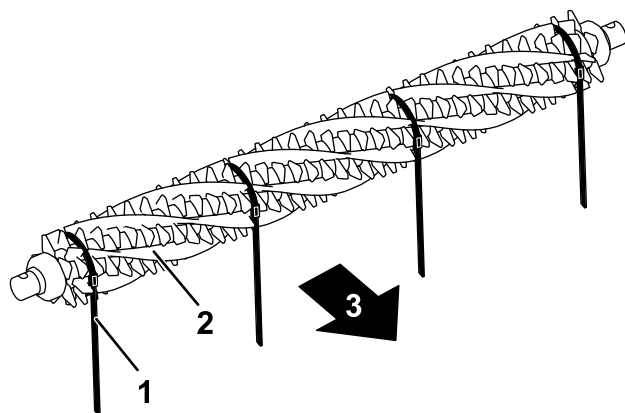

Рисунок 16
3. С одной стороны барабана механической щетки вставьте щетину в каждую канавку по всей длине барабана механической щетки (Рисунок 16).
Внимание: Оберните крепежные ленты вокруг узла ножей и щеток механического уборочного блока-щетки в направлении, соответствующем основному направлению вращения. На Рисунок 16 показаны ленты, установленные для вращения в прямом направлении.